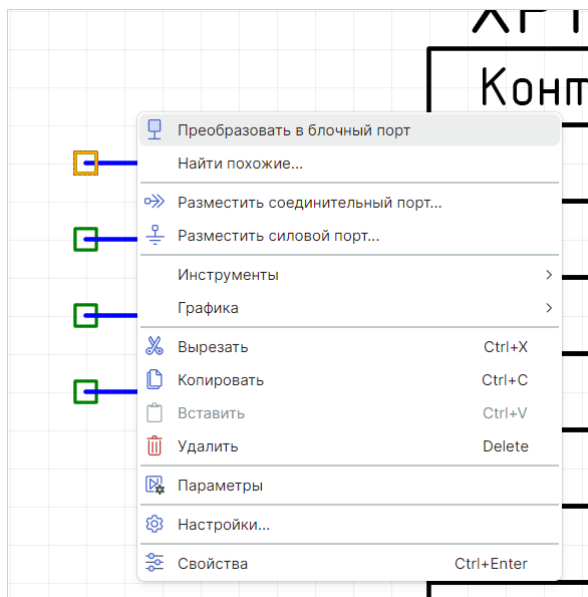

Рис. 273 Размещение блочного порта на свободном окончании цепи
1. Выберите свободное окончание цепи, вызовите контекстное меню и выберите пункт «Преобразовать в блочный порт», см. Рис. 273.